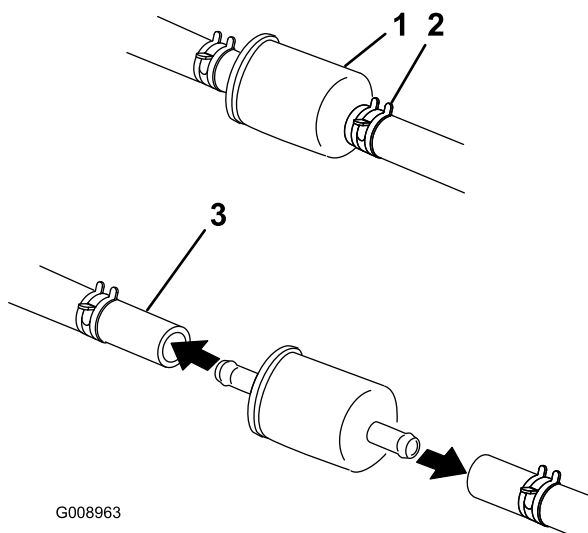

Figure 58
5. Fermez le robinet d'arrivée de carburant sous le siège (Figure 58).
6. Pincez les extrémités des colliers et éloignez les colliers du filtre (Figure 58).
8. Posez un filtre neuf et rapprochez les colliers de fixation du filtre (Figure 58).